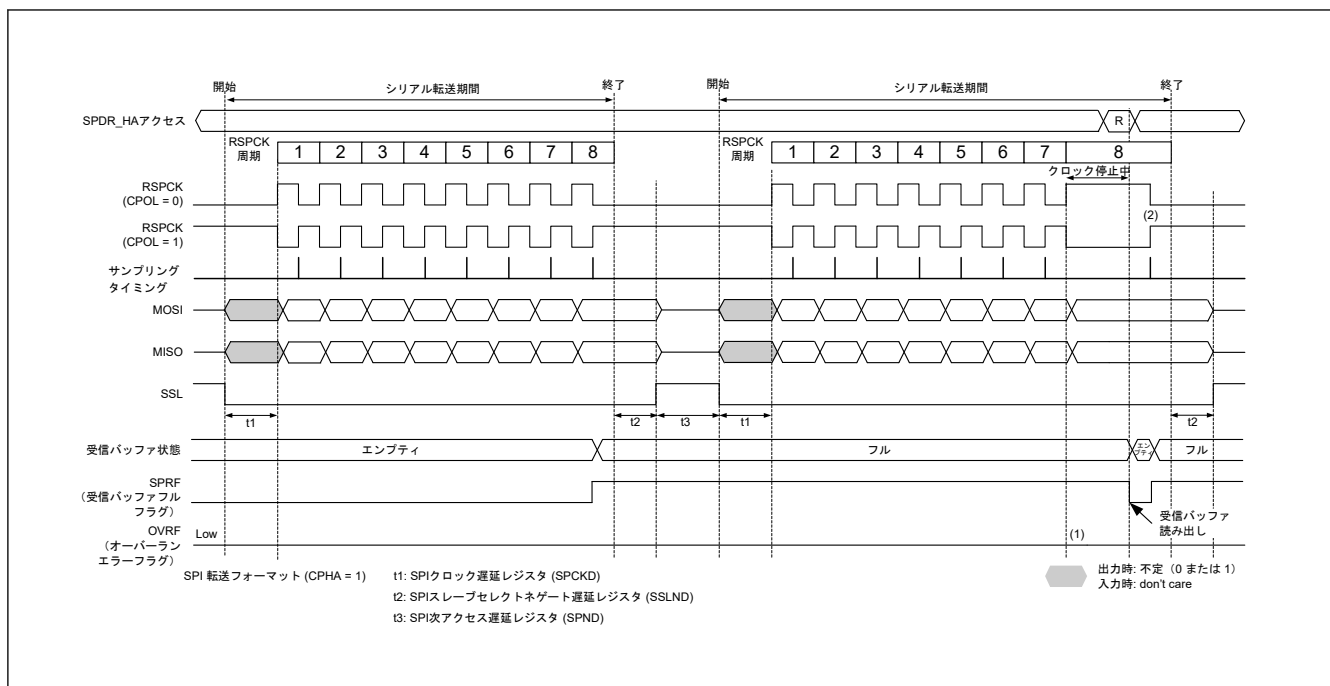
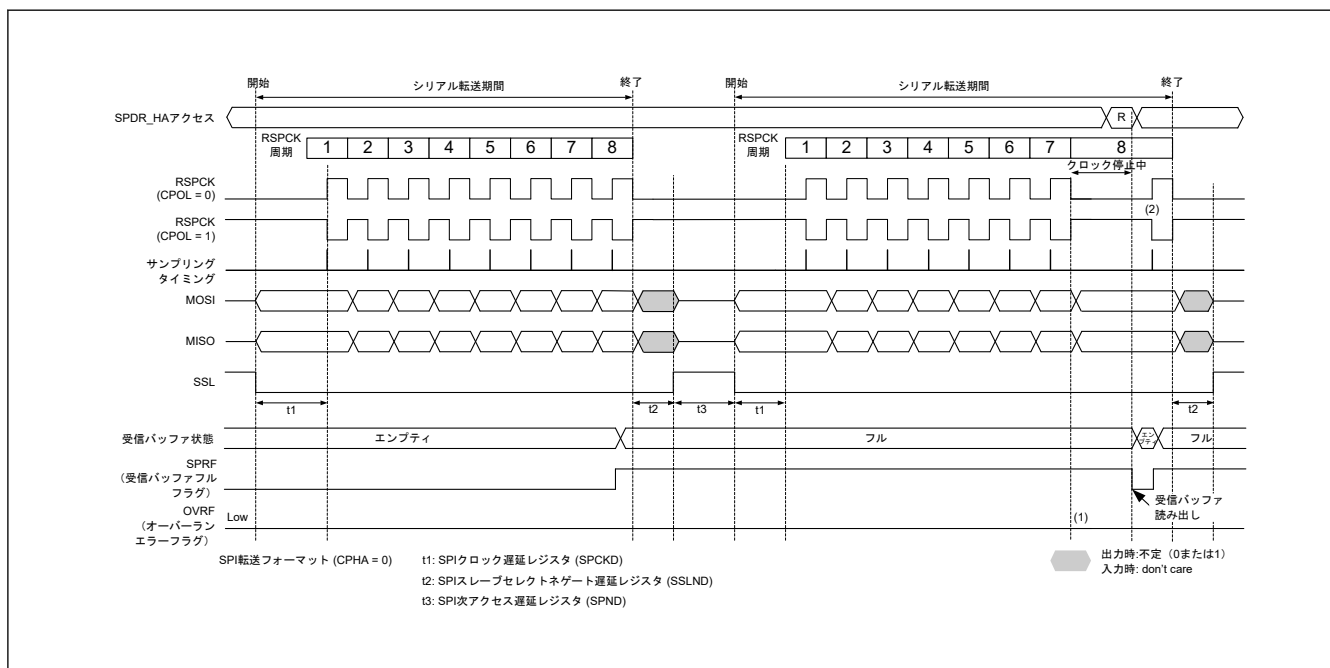

図 32.38 マスタモードの受信バッファフルの状態でのシリアル転送が継続するときのクロック停止波形 (CPHA = 1)
図 32.39 マスタモードの受信バッファフルの状態でのシリアル転送が継続するときのクロック停止波形 (CPHA = 0)
マスタモードで RSPCK 自動停止機能を有効 (SPCR2.SCKASE = 1) にした場合は、オーバーランエラーが発生しません。図 32.38 と図 32.39 に、マスタモード時の受信バッファフルの状態ではシリアル転送が継続するときのクロック停止波形を示します。
以下に、図 32.38 および図 32.39 の (1)、(2) に示したタイミングでのフラグ動作を説明します。